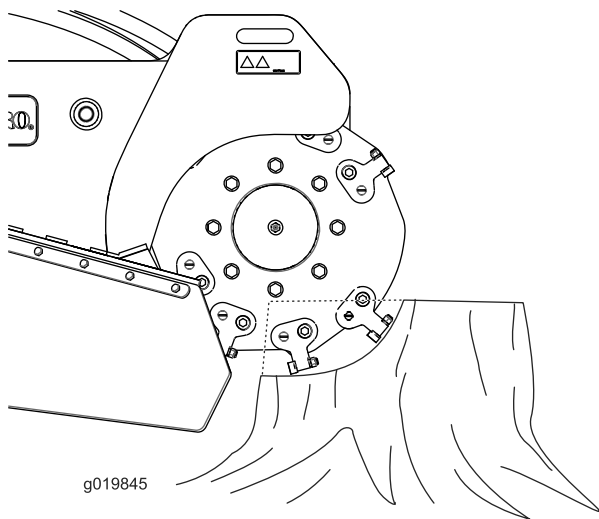

図 21
4. グラインダ制御レバーを使って、グラインダで切り株の表面をゆっくりと掃くように移動させて切削を開始する 図 21。
- 切り株の手前側のエッジ部分を切削するようにするのが効率的です。切削が進んでホイールの直径の1/4に近くなったら 図 21、グラインダを一旦上昇させてマシンを前進させ、再びエッジ部分から削り始めるようにします。